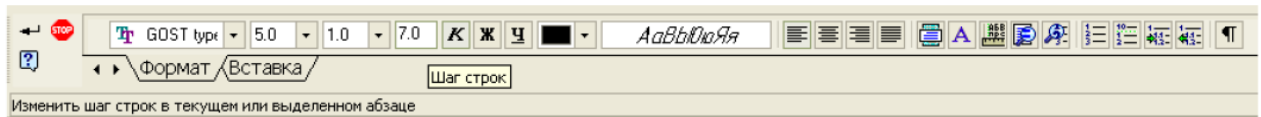

Рисунок 9. Схема «Панели свойств» для задання різних даних шрифту надписі
3.6 Створюємо текстові надписи на графічних об'єктах за допомогою команди «Ввод текста» у розділі «Обозначение» і команд Панелі властивостей (рис. 9).